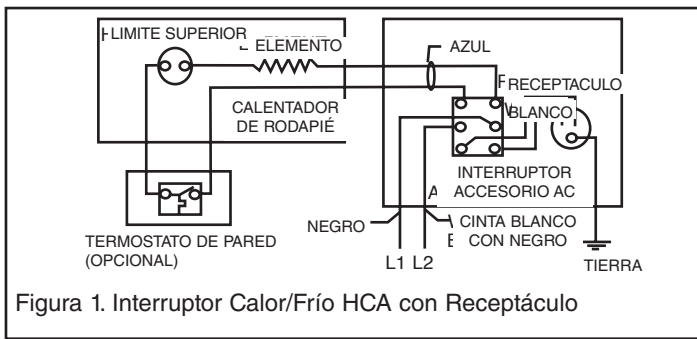

Figura 1. Interruptor Calor/Frío HCA con Receptáculo
3. Conecte los cables del interruptor central (negro para interruptores de 240V, uno negro y uno blanco para interruptores de 120V), a los cables de alimentación y conecte los cables azules a través del termostato al cable del calentador, tal y como se muestra en el diagrama de cableado, (Figura 1).